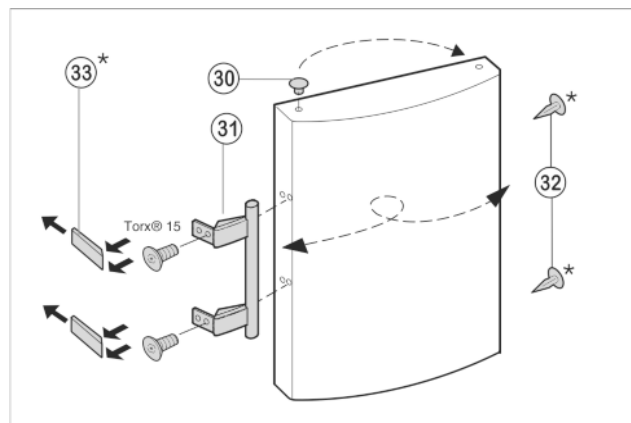

Fig. 7
- Vyjměte zátky Fig. 7 (30) z pouzdra ložisek dveří a přemístěte je.
- Madlo dveří Fig. 7 (31), zátky Fig. 7 (32) a krycí desky Fig. 7 (33) odmontujte a přemontujte na protější stranu.